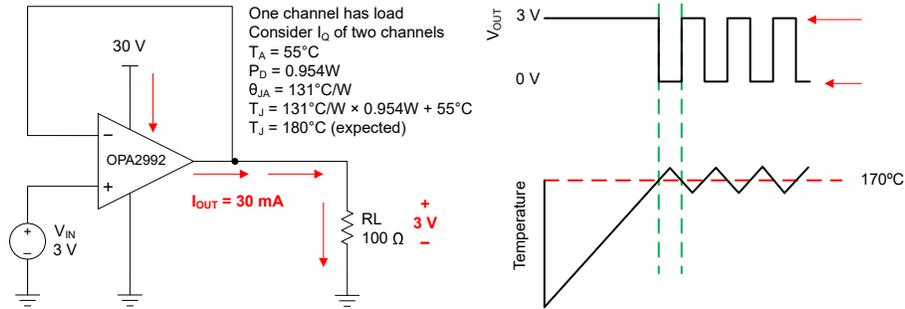

图 6-4. 过热保护
任何放大器的内部功耗都会导致内部温度（结温）升高。这一现象称为 *自热*。OPAx992 的绝对最大结温为 150°C。超过此温度会损坏器件。OPAx992 具有过热保护功能，可减少自热造成的损坏。该保护功能的工作原理是监视器件的温度，并在温度超过 170°C 时关闭运算放大器输出驱动。图 6-4 展示了 OPA2992 的应用示例，该器件因为其功耗 (0.954W) 而产生显著的自热。在此示例中，两个通道都具有静态功耗，而其中一个通道具有很大的负载。热计算表明，当环境温度为 55°C 时，器件结温达到 180°C。不过，实际器件会关闭输出驱动来恢复到安全的结温。图 6-4 展示了电路在过热保护期间的行为。在正常工作期间，器件充当缓冲器，因此输出为 3V。当自热导致器件结温升高超过内部限制时，过热保护强制输出进入高阻抗状态，并通过电阻  $R_L$  将输出拉至接地。如果依旧存在导致过大功耗的状况，放大器将在关断和启用状态之间振荡，直到输出故障得到纠正。请注意，热性能可能会因所选封装和 PCB 布局设计而有很大差异。此示例使用 SOIC (8) 封装的热性能。